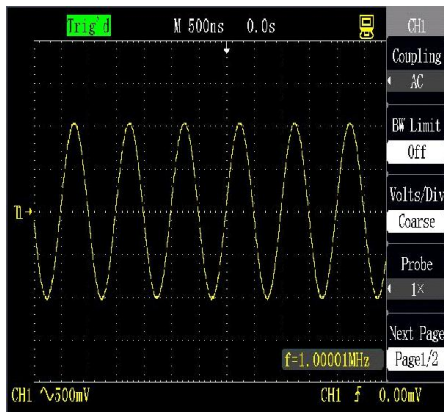

Figura 2-6 Configuração de CA
1. Pressione [CH1→] “Coupling→” “AC” e configure um modo de acoplamento de CA. O componente de CC contido no sinal medido será rejeitado, como mostrado na figura 2-6.